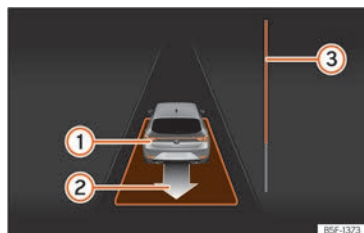

Fig. 204 En la pantalla del cuadro de instrumentos: desaparcarse de un hueco en línea.
• Retroceda hasta que suene la señal continua del ParkPilot; **O BIEN**: dé marcha atrás hasta que en la pantalla del cuadro de instrumentos aparezca la indicación de dar marcha adelante. La barra de progreso **»» fig. 204** **③** indica la distancia que hay que recorrer **»» pág. 311**.